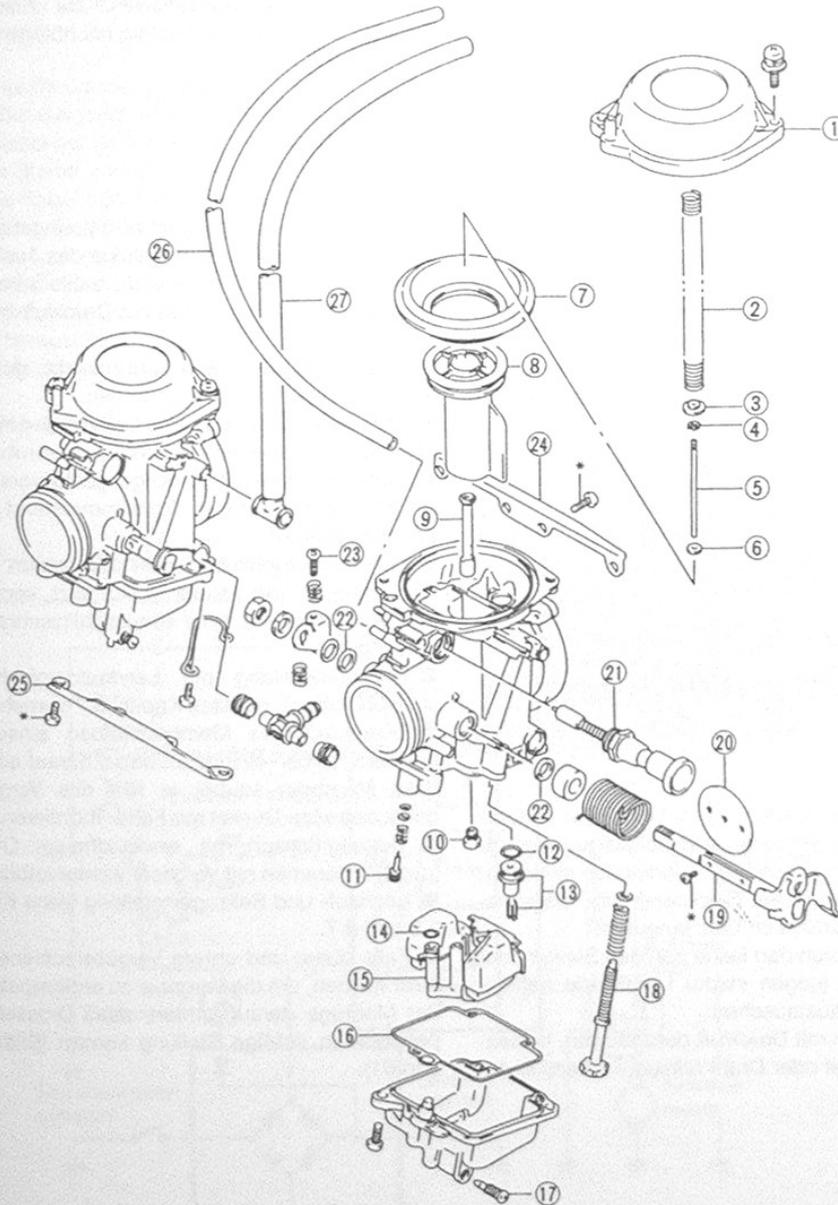

Bild 60
- Falls Vergaser entkoppelt werden sollen, an oberer und unterer Vergaserschiene jeweils vier Kreuzschlitzschrauben ausdrehen und Vergaser voneinander trennen (Bild 60). Siehe auch Bilder 56 und 61.